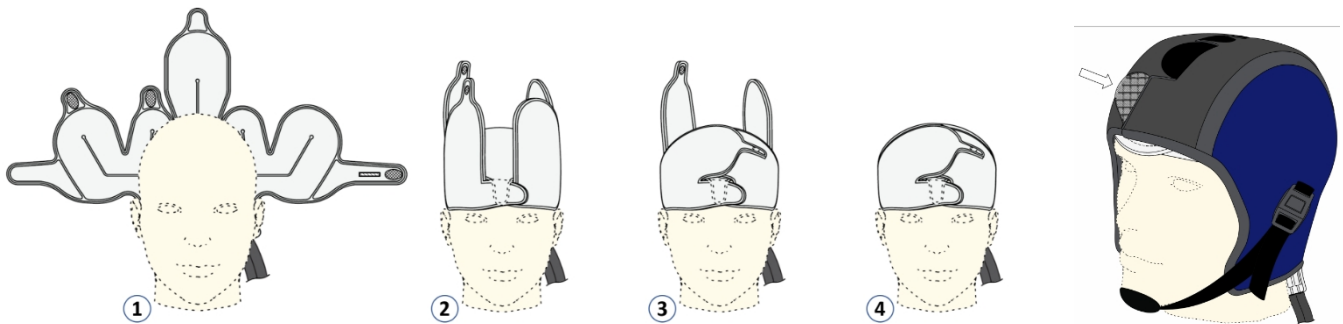

Figure 13. Mise en place de l'enveloppe de refroidissement et du bonnet thermique
L'enveloppe de refroidissement est mise en place sur la tête du patient en 4 étapes (Figure 13) et fixée à l'aide du bonnet thermique.
2. Placer l'enveloppe à l'arrière de la tête du patient (Figure 13,1-2). Le patient tire les languettes frontales vers l'avant et légèrement vers le haut, près de la tempe, pour bloquer l'enveloppe contre le lobe occipital. Le personnel ramène le rabat central de l'arrière de la tête vers l'avant et le place de manière à ce qu'il repose à plat sur la tête, puis il rentre la languette derrière les languettes du front.
4. Placer les languettes supérieures sur le dessus de la tête du patient (Figure 13,4) en veillant à ce qu'elles soient aussi plates que possible. Il peut être utile de détacher/retirer les languettes pour remédier à tout gauchissement survenant lors de fixations successives.
6. Placer le bonnet thermique sur l'enveloppe de refroidissement et fixer la mentonnière (figure 13).